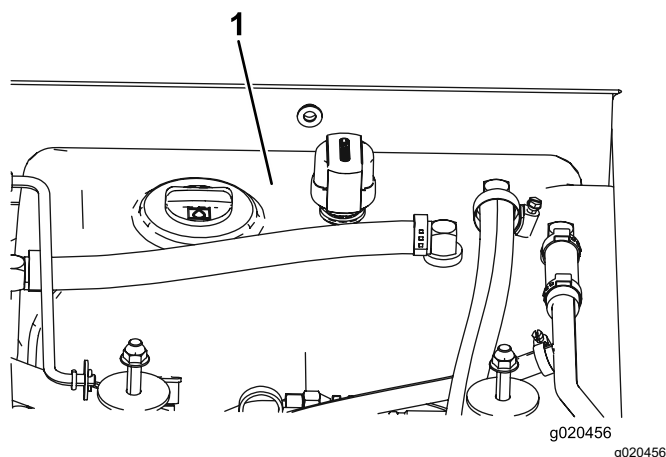

Bild 116
- Füllen Sie den Hydraulikbehälter (Bild 116) mit Hydrauliköl, siehe Hydrauliköl – technische Angaben \(Seite 81\).